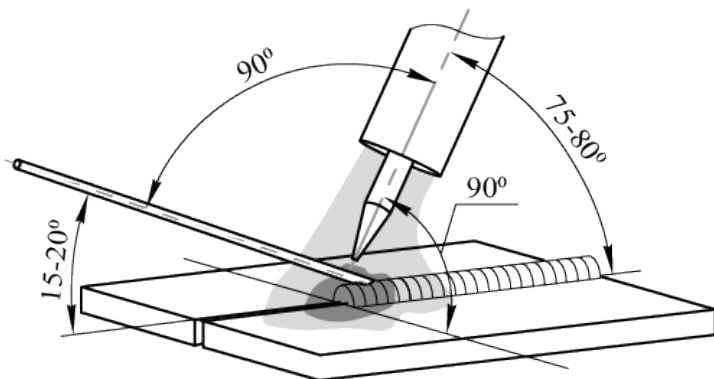

Рис. 9.9.1. Угол наклона горелки.
Сварку обычно выполняют справа налево. При сварке без присадочного материала электрод располагают перпендикулярно к поверхности свариваемого металла, а с присадочным материалом – под углом. Присадочный пруток перемещают впереди горелки (См. рис. 9.9.1).
**При аргонодуговой сварке также следует не забывать про противоположный угол наклона горелки (См. рис. 9.9.1). Это влияет на формирование сварочного шва. Старайтесь держать горелку под углом  $90^\circ$  (по отношению к линии шва).**